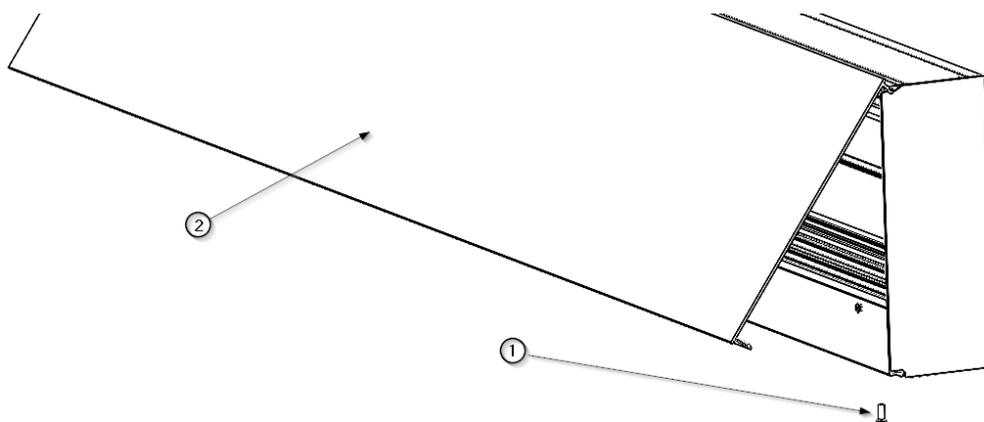

Fig.1 Démontage de la façade à charnières
- Retirer la vis ① pour pouvoir enlever le couvercle avant à charnière ② comme indiqué dans la figure 1.